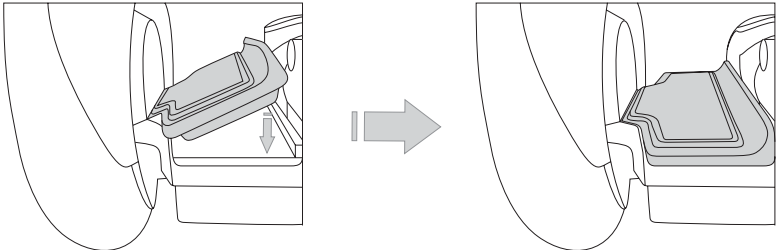

Abbildung 41. Abnehmen und Installieren der Matten
3. Legen Sie die Matten auf das Unterteil (siehe **Abbildung 41**).